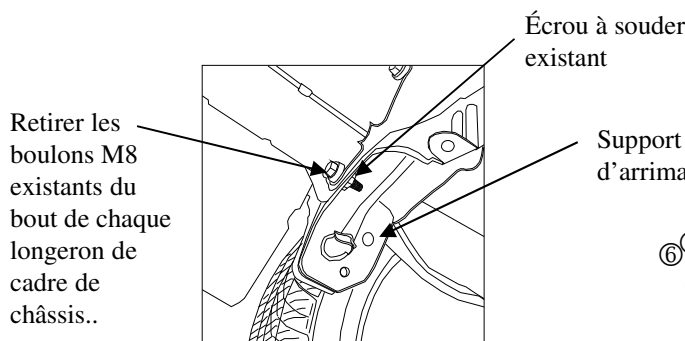

Figure 2.
①	Qté. (2)	Boulon hexagonal M8 X 1.25 X 35 CL9.8	⑤	Qté. (2)	Ecru hexagonal 1/2-13
②	Qté. (2)	Boulon hexagonal 1/2-13 X 2.00 GR5	⑥	Qté. (2)	Boulon hexagonal 3/8-16 X 1.75 GR5
③	Qté. (4)	Espaceur	⑦	Qté. (4)	Rondelle conique 3/8"
④	Qté. (2)	Rondelle conique 1/2"	⑧	Qté. (2)	Ecru hexagonal 3/8-16
1. Enlever panneau décoratif qui recouvre la casserole tronc. Enlever les deux (7) rivets en plastique qui fixent les languettes du carénage au véhicule. Remarque : Retirer le centre du rivet à l'aide d'un tournevis. Remettre le panneau décoratif et les attaches au propriétaire du véhicule.
2. Retirer les boulons M8 existants du bout de chaque longeron de cadre de châssis. Remettre le crochet et ses attaches au propriétaire. Voir figure 2.